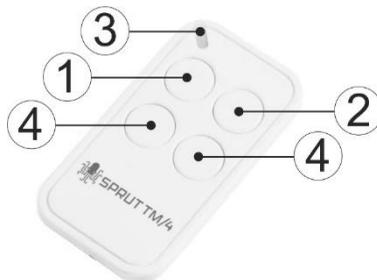

Рисунок 2 Назначение кнопок управления радио-брелка
При поднесении к считывателю запрограммированного пользовательского ключа или нажатии соответствующих кнопок на радио-брелоке см.рис.2 - происходит открытие замка проходной, сопровождающееся двумя световыми и звуковыми сигналами (при нажатии кнопок брелока световые и звуковые сигналы отсутствуют). В окне индикатора разрешения (запрета) доступа индицируется пиктограмма направления движения.
- при нажатии соответствующей кнопки на радио-брелоке см.рис.2;
- Проверьте правильность работы проходной с радио-брелока см.рис.2 во всех режимах, включая режим «антипаника»: